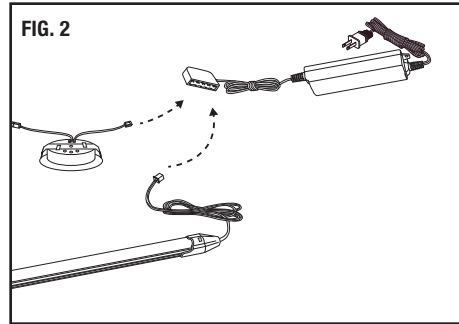

FIG. 2
5. Connect LED lighting systems to wiring hub (refer to SUPPORTED LED LIGHTING SYSTEMS for compatibility) [Fig. 2].
5. Brancher les dispositifs d'éclairage à DEL au répartiteur (consulter SYSTÈMES D'ÉCLAIRAGE À DEL PRISE EN CHARGE pour la compatibilité) [Fig. 2].